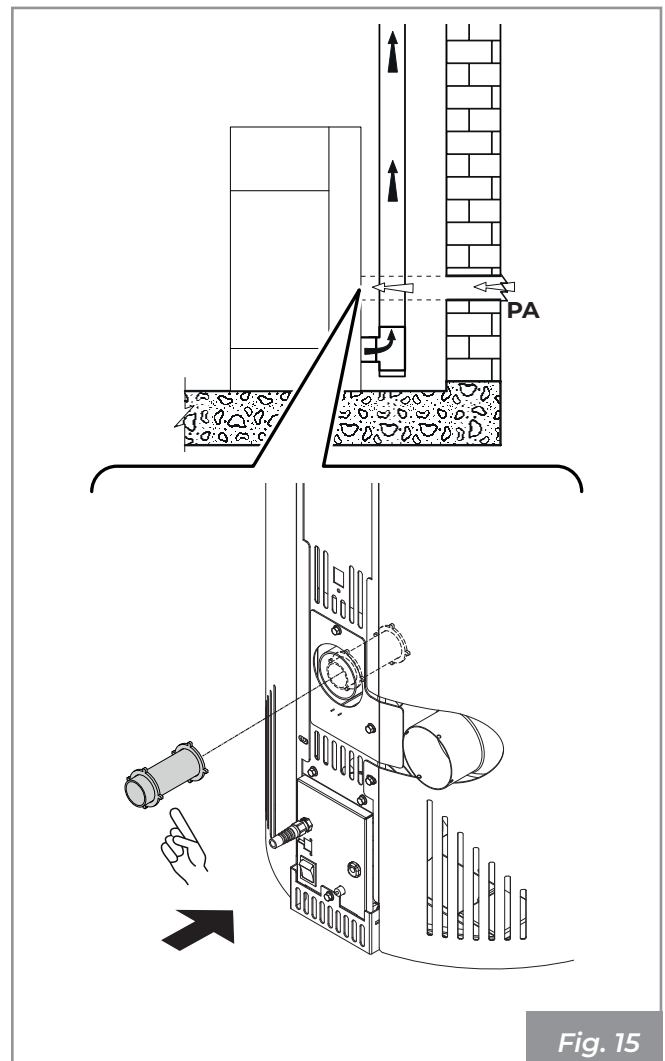

Fig. 15
- desde el ambiente de instalación o de los locales contiguos apropiados (**Fig. 15**)
Realizar la toma de aire en la pared (**Fig. 15 - PA = Toma de Aire**), y dejar que el aparato esté libre de extraer aire en el ambiente teniendo cuidado de conectar en el tubo de entrada del aire el tubo suministrado, con el fin de prevenir posibles efectos de resonancia.